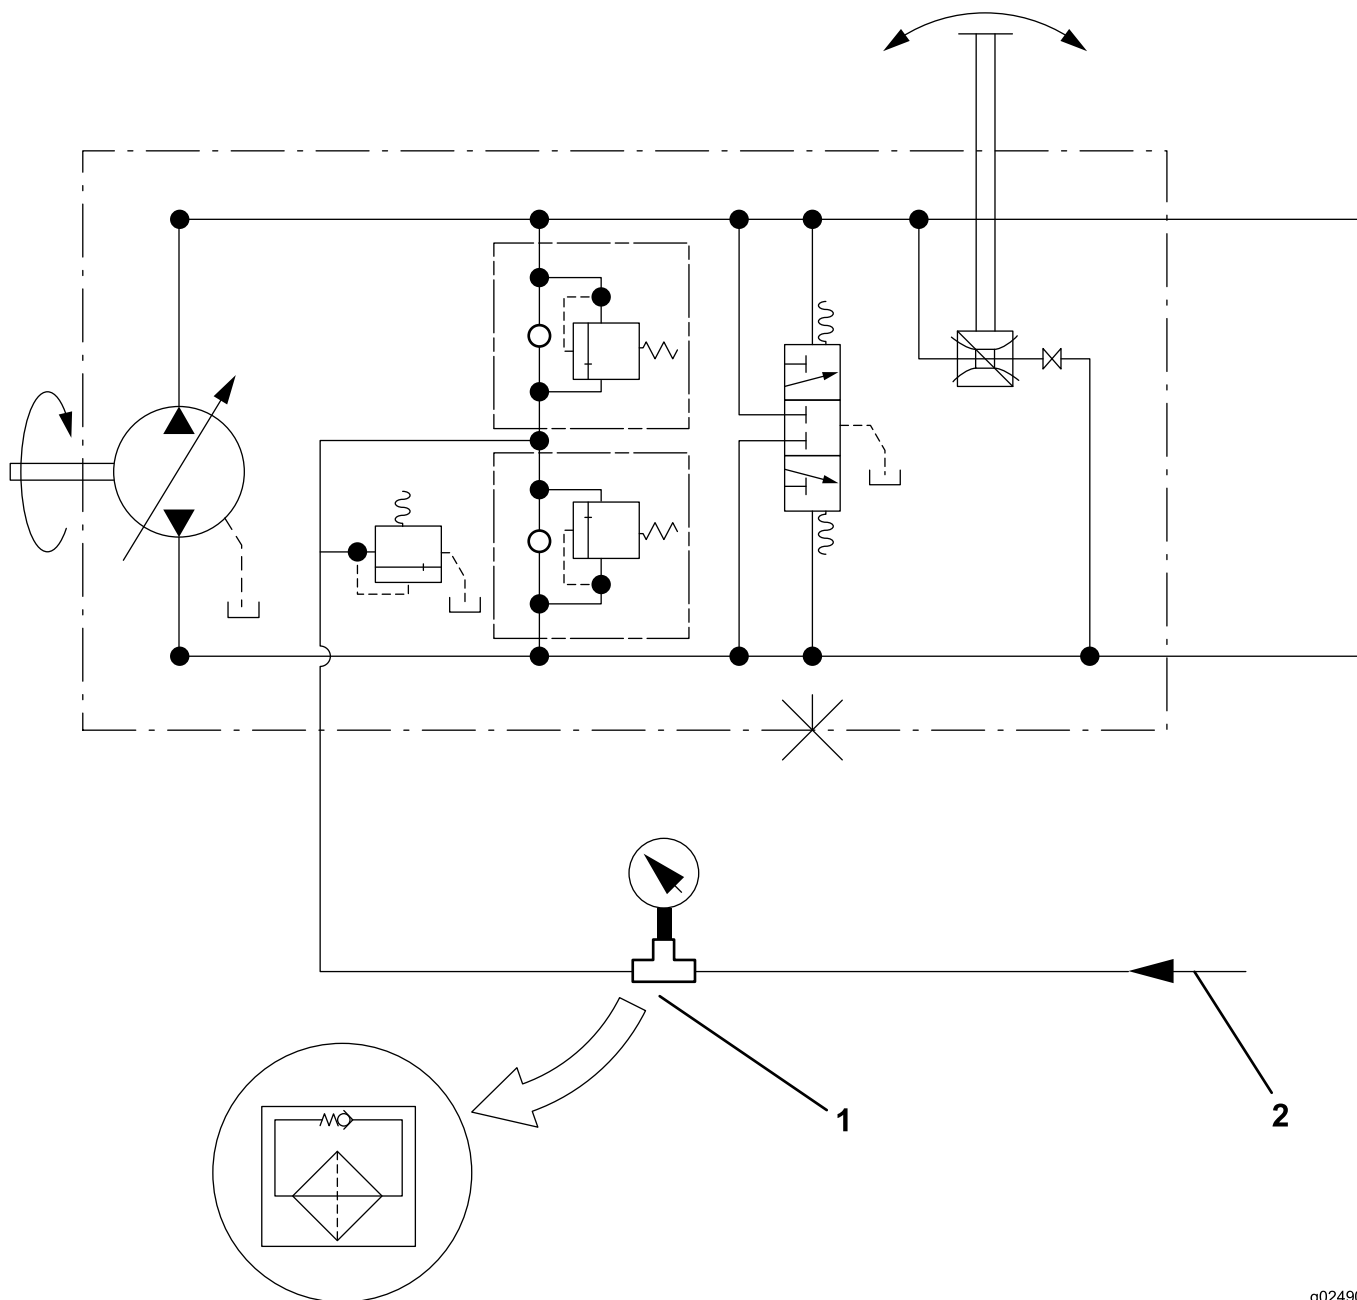

Figure 5
4. Déposez la plus petite tête de filtre hydraulique de charge et montez un manomètre en ligne de 3 450 kPa avec le tube d'alimentation de charge, comme montré à la Figure 5. Si le manomètre est intégré à un débitmètre, vérifiez que rien ne gêne le débitmètre avant d'effectuer les essais suivants.